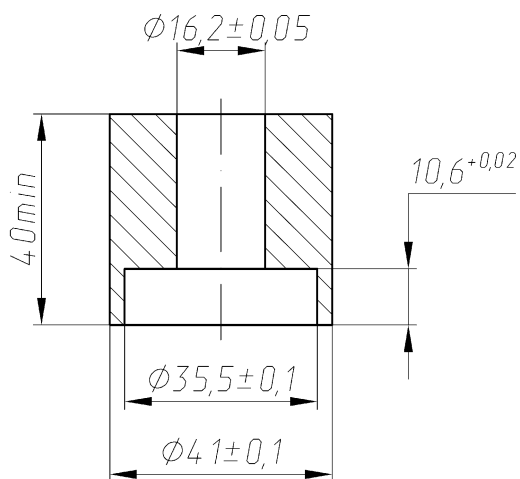
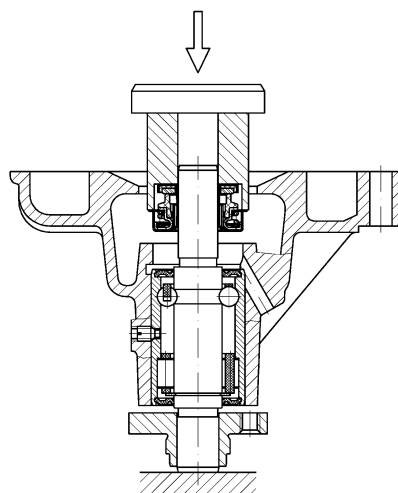

Рис.147. Оправка для запрессовки уплотнения
Рис.148. Запрессовка уплотнения водяного насоса
- с помощью оправки (рис.147) запрессовать уплотнение на вал подшипника и в корпус насоса, не допуская перекоса (рис.148). С помощью оправки обеспечивается необходимое сжатие пружины уплотнения;